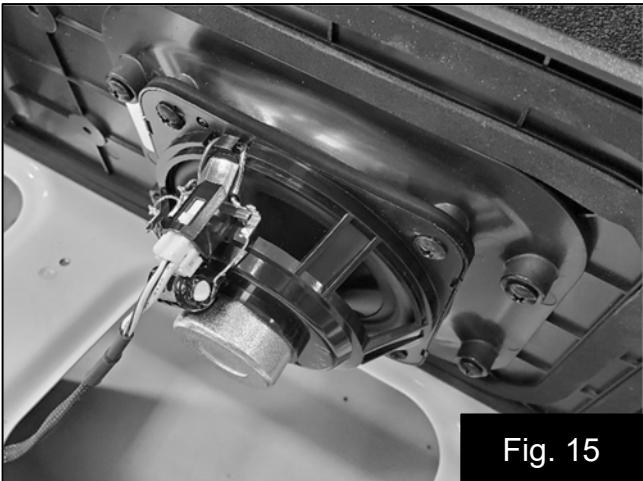

Fig. 15
26. Conecte los cables del altavoz a los altavoces. Fig. 15